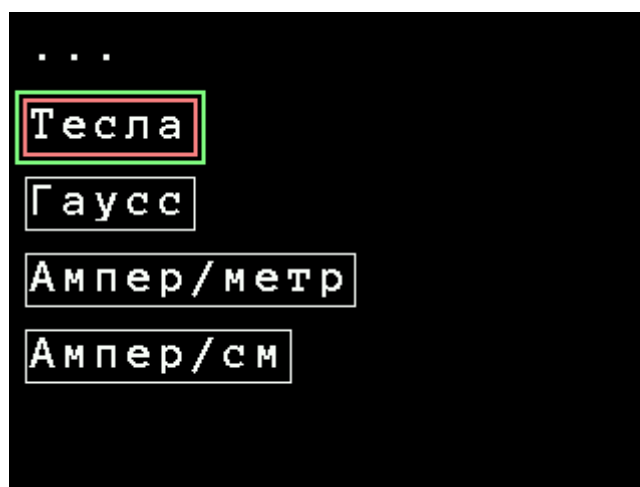

Рисунок 3.12. Подменю выбора единиц измерения. Режим «Тесламетр»
- подменю «Единицы изм. ...» (единицы измерений), которое позволяет выбрать единицы измерения (см. рисунок 3.12);